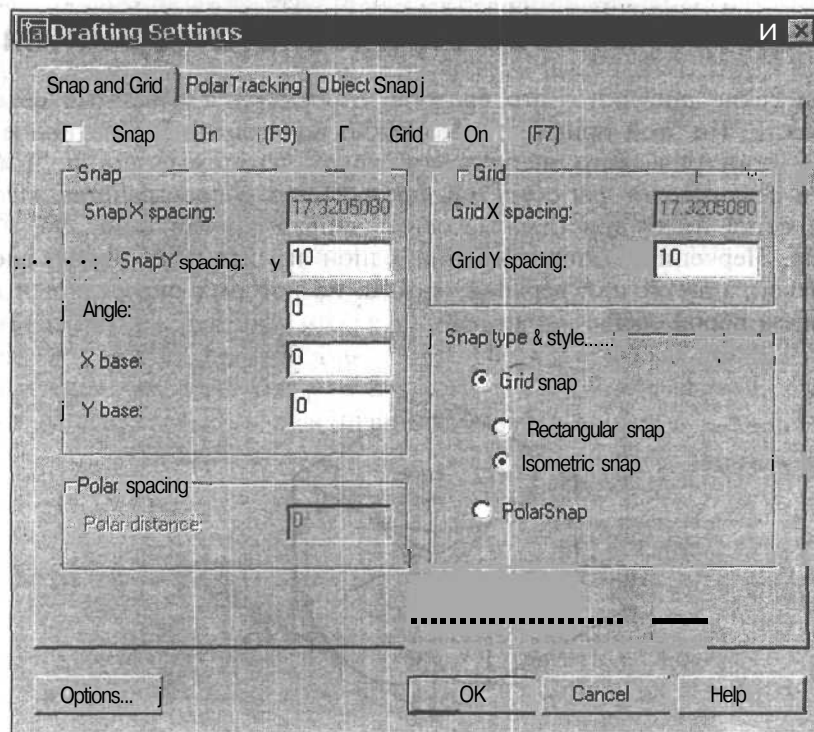

Рис. 16.2. Установление изометрического стиля шаговой привязки
1. Откройте выпадающее меню **Tools** (Сервис) и выберите из него **Drafting Settings** (Режимы рисования). Появится диалоговое окно **Drafting Settings** (Режимы рисования) (рис. 16.2).